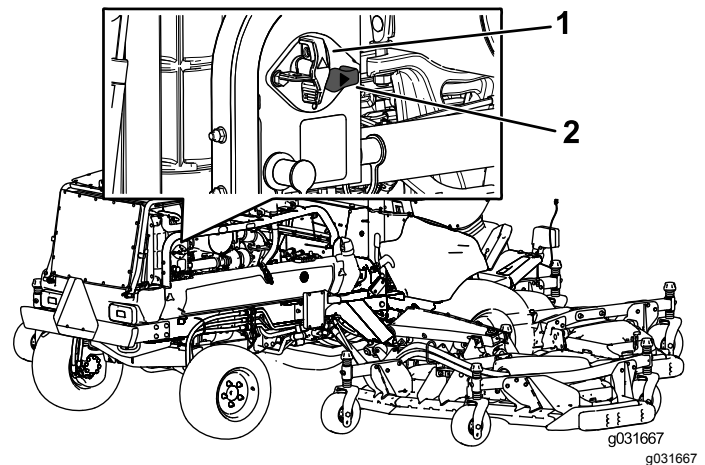

Figura 80
- Para suministrar energía eléctrica a la máquina, gire el interruptor de desconexión de la batería en sentido horario a la posición de ENCENDIDO (Figura 80).
- Para interrumpir el suministro de energía eléctrica de la máquina, gire el interruptor de desconexión de la batería en sentido antihorario a la posición de APAGADO (Figura 80).